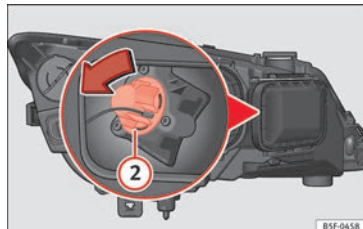

Fig. 106 Lâmpada das luzes indicadoras de mudança de direção.
- Rode o porta-lâmpadas » **Fig. 106** ② para a esquerda e puxe.